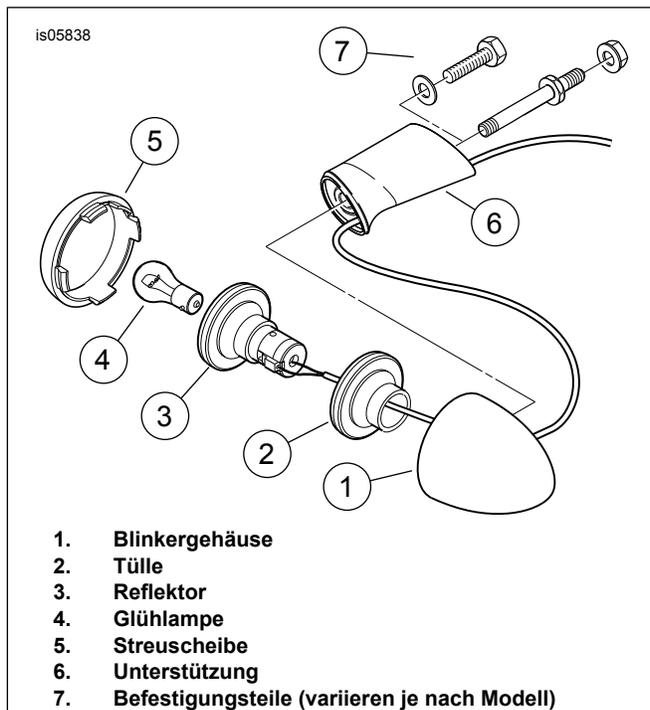

Abbildung 4. Hinterer Blinker (typisch)
6. Siehe Abbildung 4. Die Streuscheibe (5) von einem der hinteren Blinkergehäusen (1) entfernen.
3. Die Blinkerkabel weiter durch das Loch (7) verlegen und gleichzeitig den Blinkerreflektor (Abbildung 4, Teil 3) und Tülle (2) in das Blinkergehäuse einführen.
4. Das Blinkergehäuse (1) auf das Gewindeende der Blinkerleiste schrauben und dabei darauf achten, dass die Kabel nicht verdreht werden. Das Blinkergehäuse nur lose an der Leiste anschrauben.
5. Die Glühlampe (4) und Streuscheibe (5) einbauen. Das neue Ende des Blinkerkabels entsprechend als „rechts“ oder „links“ markieren. Der rechte Blinker hat schwarze (BK) und braune (BN) Kabel. Der linke Blinker hat schwarze (BK) und violette (V) Kabel.